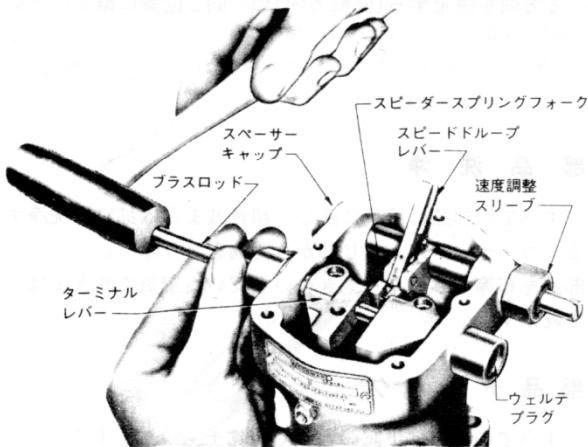

図3-3. 出力軸取外し図
6. $\frac{5}{16}$ "直径のプラスロッドをターミナルスリーブ(46)とレバー(56)を通して使い、反対側のスタブシャフト(57)とウェルチプラグ(65)をスリーブ(45)から抜いて、ターミナルレバー(56)を持ち上げてはずす。図3-3参照。